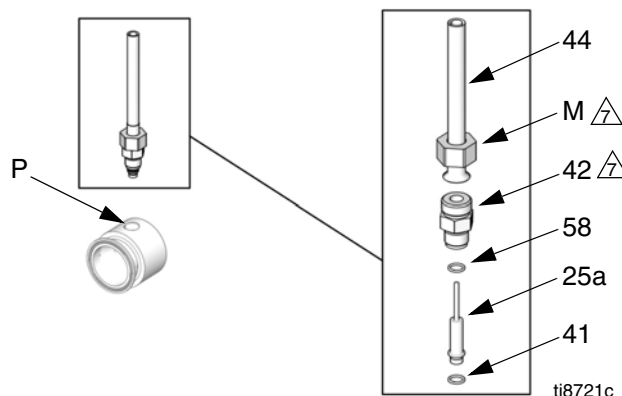

FIG. 12. Transdutor de pressão
11. Consulte a FIG. 12. Desaperte a porca (M) no conduíte do sensor (44) e desaperte o adaptador (42) da porta do transdutor (P). Retire o transdutor (25a) da porta.
13. Consulte a FIG. 12. Instale um novo O-ring (41) e o novo espaçador de bronze (58) no transdutor (25a).
16. Consulte a FIG. 12. Introduza o transdutor na porta do transdutor (P). Torqueie o adaptador primeiro (42), depois a porca (M) até 15 - 20 pés-lb (21 - 27 N•m).